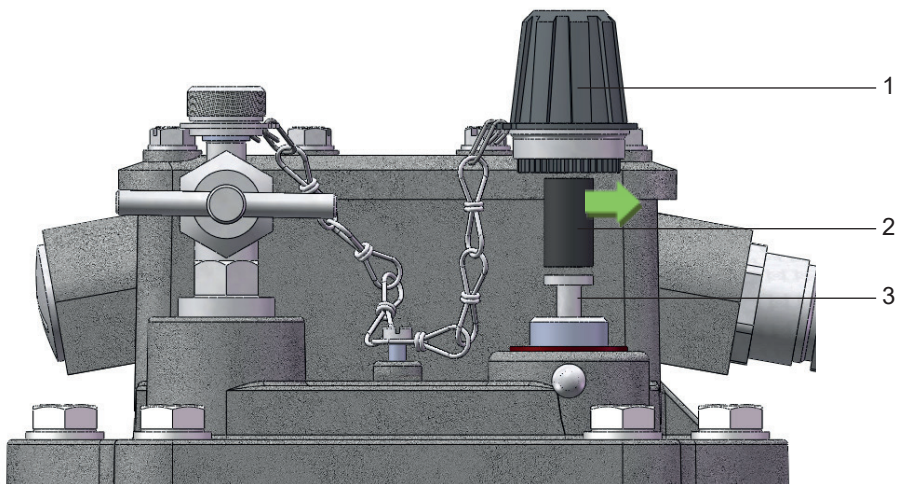

Fig. 5 – Enlever le dispositif de sécurité de transport
- Dévisser le grand écrou borgne (Fig. 5/ n° 1) de la touche d'essai (Fig. 5/ n° 3)
- Enlever le dispositif de sécurité de transport (Fig. 5/ n° 2) de l'écrou borgne